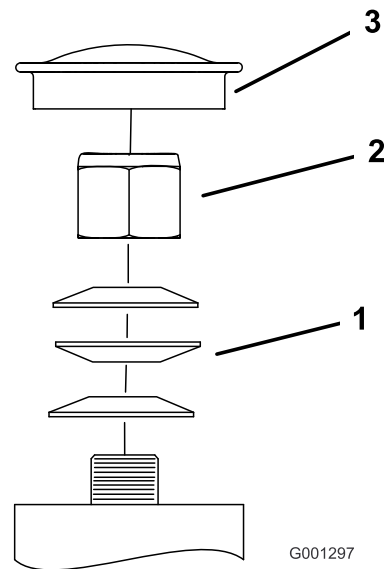

Figure 67
3. Retirez le capuchon protecteur de la roue pivotante et serrez le contre-écrou (Figure 67).
4. Continuez de serrer le contre-écrou jusqu'à ce que les rondelles élastiques soient aplaties, puis desserrez-le d'un quart de tour pour obtenir la précharge correcte des roulements (Figure 67).
**Important:** Veillez à placer les rondelles élastiques correctement, comme montré à la Figure 67.
5. Reposez le capuchon protecteur (Figure 67).